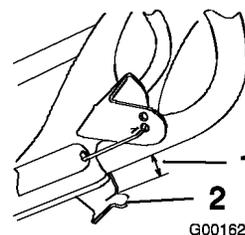

Figure 21
2. Vérifiez que l'écart entre le support de la barre de commande et le mancheron est compris entre 3 et 6 mm (1/8 à 1/4 pouce) (Figure 21).